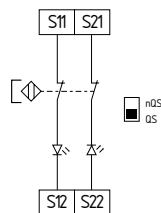

Fig. 15
**Commande à deux canaux d'interrupteurs magnétiques de sécurité selon IEC 60947-5-3 (Fig. 15)**